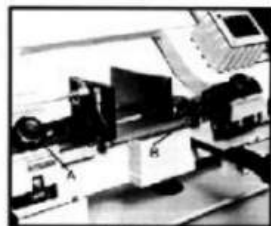

Fig.6
2. Lossa vredet (A.Fig.6) och bulten (B). Skjut bladstyrenheterna så nära som möjligt att materialet utan att röra med snittet.
3. Dra åt ratten (A) och bulten (B) och anslut maskinen till strömkällan.